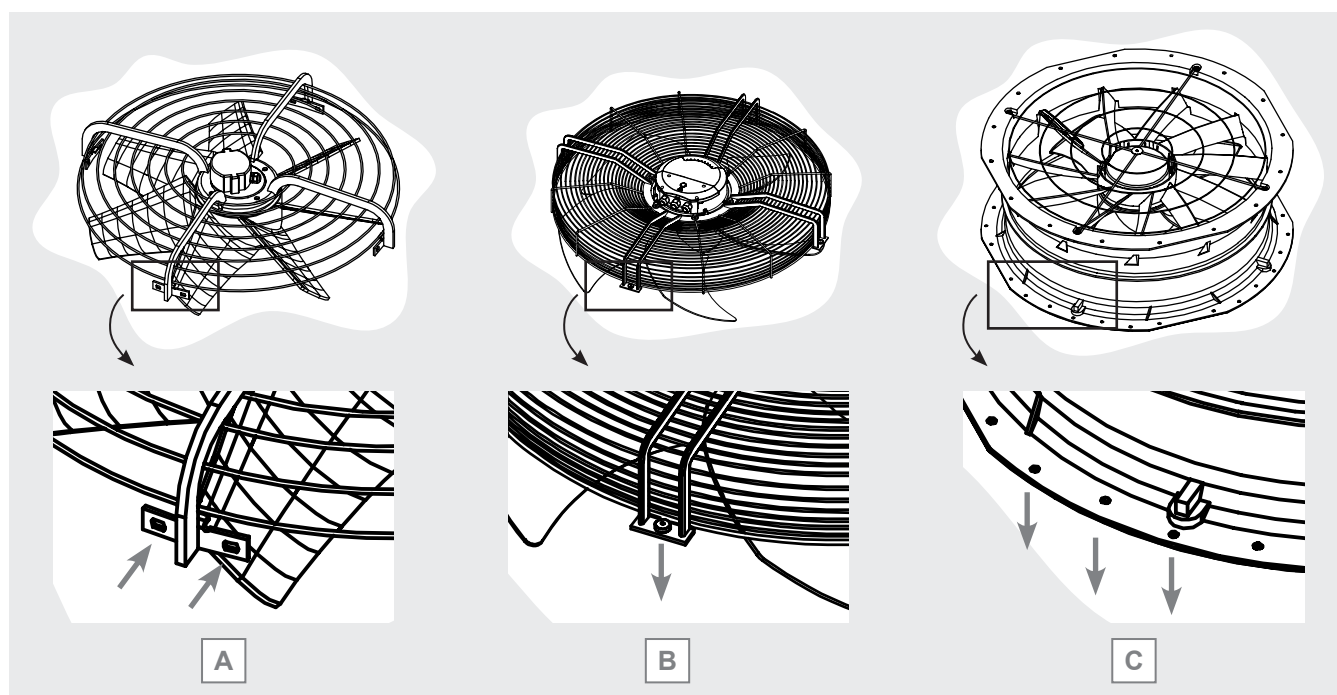

Figura 1
- motoventilador de montaje radial: la rejilla del motoventilador se fija a la cubierta del ventilador instalada en el modelo mediante tornillos de fijación radial. Véase la Figura 1 A.
- motoventilador de montaje plano: la rejilla del ventilador se fija a la boquilla instalada en el modelo mediante tornillos fijados verticalmente en una brida. Véase la Figura 1 B.
- motoventilador con cubierta del ventilador integrada: el motoventilador está integrado en una cubierta del ventilador que se fija directamente en el transportador del modelo. Véase la Figura 1 C.